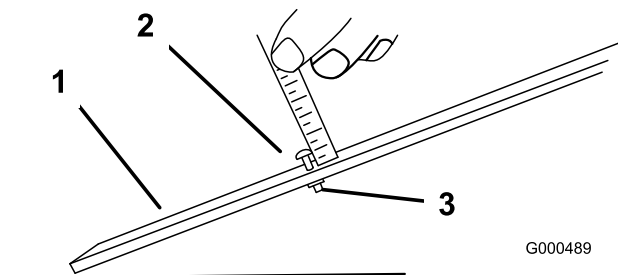

Рисунок 15
2. Ослабьте гайку на измерительной планке и установите болт регулировки высоты на требуемую высоту скашивания (**Рисунок 15**). Расстояние между нижней поверхностью головки болта и лицевой стороной планки — это и есть высота скашивания.